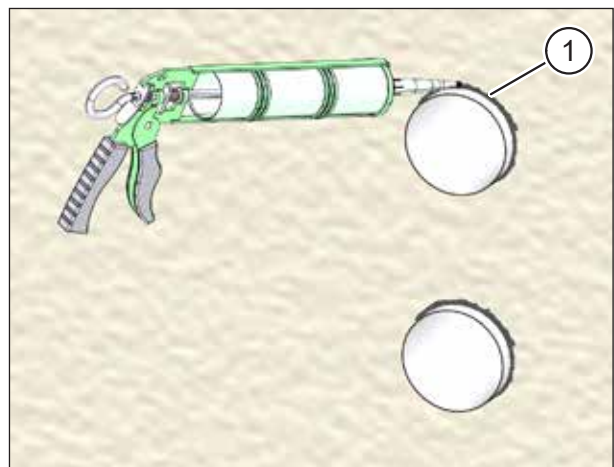

Abb. 37: Lüftungsrohre an der Außenwand abdichten
- ▶ Fasen Sie beide Rohrdurchbruchkanten (Pos. 1 in Abb. 37) mit ca. 5 x 45° ab, um einen Freiraum für die Dichtungsfugen mit dauerelastischem Dichtstoff zu schaffen.